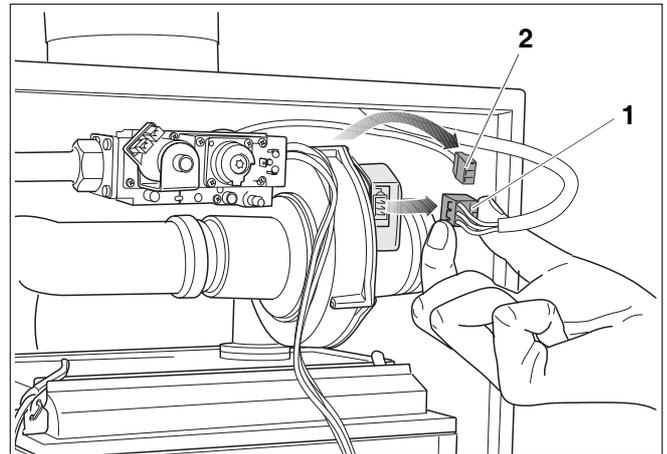

Fig. 94 Allentare le spine del ventilatore
- Estrarre il morsetto di alimentazione (fig. 94, **pos. 1**) sul ventilatore.
- Estrarre il morsetto di modulazione (fig. 94, **pos. 2**) sul ventilatore. Per procedere in questo senso, allentare il dispositivo di bloccaggio sulla spina, esercitando una leggera pressione.